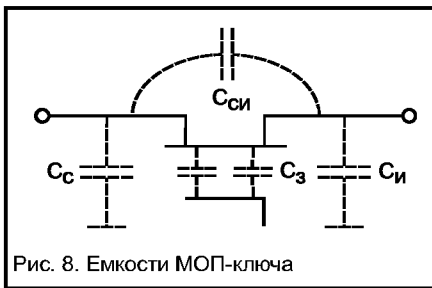

Рис. 8. Емкости МОП-ключа
1) Междоэлектродные емкости. МОП-ключи обладают следующими емкостями (рис. 8): между входом и выходом ($C_{си}$), между каналом и общей точкой схемы (C_c , $C_{и}$), между затвором и каналом (C_z) и между ключами в пределах одного кристалла. Как правило, наличие этих емкостей ухудшает характеристики ключей.
рез емкость C_z , имеющую величину порядка 5 пФ (рис. 8), при изменении напряжения затвора. Это напряжение делает резкий скачок от одного уровня питания к другому, перенося заряд $q = \pm C_z (U_{зи.выс} - U_{зи.низ})$.